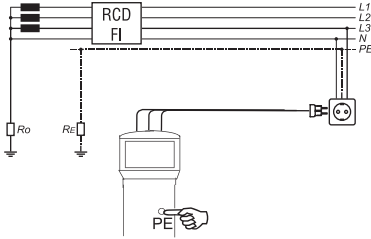
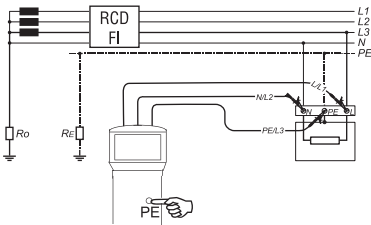

Bild 5.6.2:
Bild 5.6.3: Anschluss RCD/FI-Prüfung, Prüfung mit
► Verbinden Sie nun die Messleitungen mit dem Prüfobjekt, Anschluss siehe Bild 5.6.2 oder Bild 5.6.3.